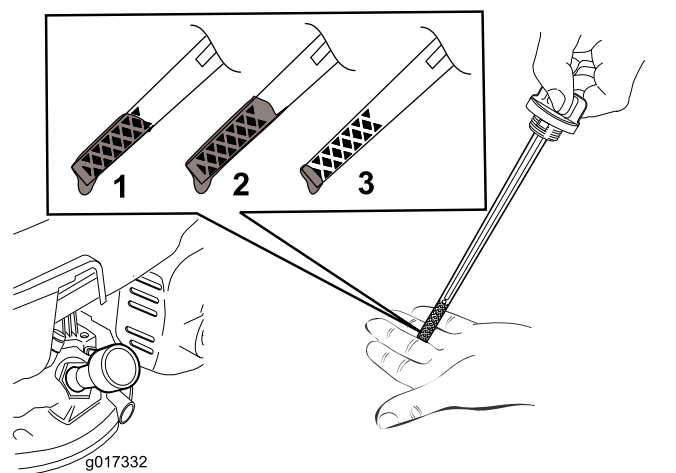

図 21
3. キャップを左に回してディップスティックを抜き取る 図 21。
10. ディップスティックの目印で油量を点検する 図 21。